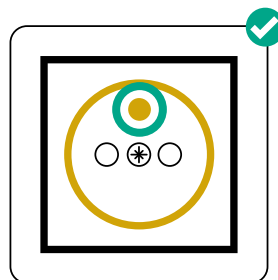
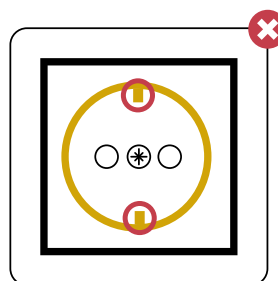

fig. 1
fig. 2
- Alle stopcontacten zijn voorzien van een aangesloten penaaarding **zie fig. 1** (randaarding is verboden in België **zie fig. 2**) en zijn van het kindveilige type, zodat metalen voorwerpen – zoals een ijzerdraadje – niet in het stopcontact gestoken kunnen worden.